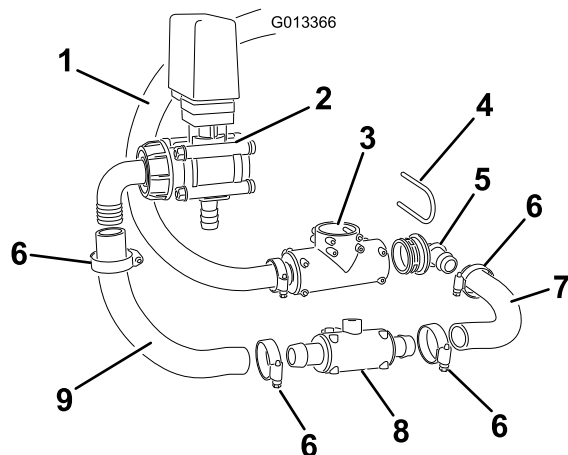

Figure 25
16. Insérez un raccord à 90° S67 dans le côté droit du raccord en T S67 (qui était la conduite d'alimentation de la rampe), comme illustré à la Figure 25. Avec un premier morceau de 28 cm du flexible court, appliquez du savon liquide au raccord et au flexible. Engagez complètement le flexible sur le raccord. Fixez le flexible avec le collier.
17. Avec le second morceau de 28 cm du flexible court, appliquez du savon liquide au flexible et au raccord (Figure 25). Engagez-le à fond sur la vanne d'agitation. Fixez le flexible avec le collier.
18. Glissez des colliers aux deux bouts du flexible court branché. Avec le raccord en T, branchez les deux flexibles en glissant chaque extrémité sur les raccords cannelés S53 (Figure 25). Fixez les flexibles avec les colliers.